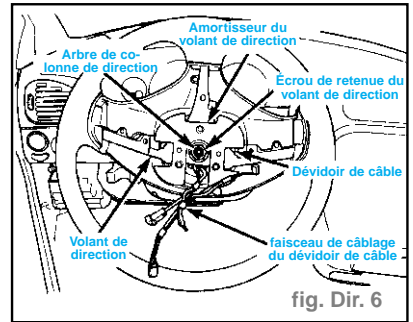

fig. Dir. 6
- Déposer de l'arbre de colonne de direction l'écrou de retenue du volant (fig. Dir. 6)
- Poser l'amortisseur du volant de direction sur le volant. L'amortisseur doit être placé sur le volant, comme illustré. (fig. Dir. 6)